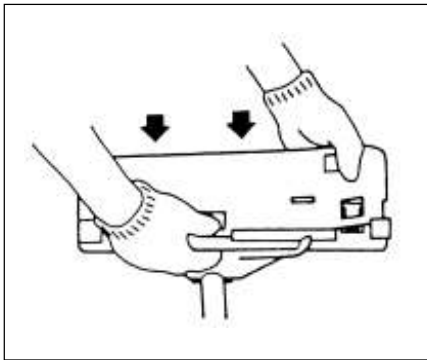

Fig. 1-9
- (En) When using a trimmer head (2) with two piece type blade guard, attach the guard extension to the blade guard. (Fig. 1-9)
- (It) Quando si usa una testina a filo (2) con coprilama di tipo di due pezzi, applicare l'allungamento al coprilama. (Fig. 1-9)
- (Sp) Cuando use el cabezal recortador (2), con el protector de cuchilla tipo de dos piezas, conecte el protector de extensión al protector de cuchilla. (Fig. 1-9)
- (Fr) Lorsque l'on utilise une tête de coupe à fil nylon (2) avec un carter de protection du type en deux parties, veuillez fixer l'extension du carter de protection sur le carter lui-même afin de relever sa jupe latérale. (Fig. 1-9)
- (Ge) Bei Einsatz eines Schneidkopfes (2) mit Doppelstückmesserschutz die Schutzverlängerung am Messerschutz befestigen. (Fig. 1-9)
- (Sw) Vid användning av trimmerhuvudet (2) försett med tvådelat klingskydd skall skyddsförlängningen fästas vid klingskyddet. (Fig. 1-9)